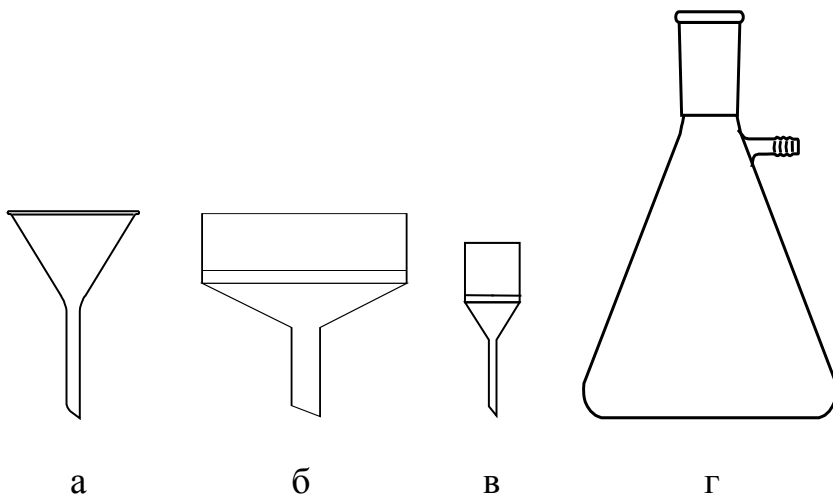

Рис. 3
Для фильтрования используются конические воронки (рис. 3, а), воронки Бюхнера (рис. 3, б), воронки с пористым стеклянным дном (рис. 3, в), колбы Бунзена (рис. 3, г).
*Фильтрование под уменьшенным давлением.* Для ускорения работы применяют фильтрование под уменьшенным давлением, откачивая воздух из сосуда, в который проходит фильтрат. Для этого используют колбу Бунзена (рис. 3, з) и воронку Бюхнера (рис. 3, б). Для фильтрования на дно воронки Бюхнера кладут бумажный фильтр размера несколько меньшего, чем дно воронки. Для того чтобы вырезать такой кружок, нужно взять листок фильтровальной бумаги, наложить его на воронку и слегка надавить сверху ладонью. На бумаге получается отпечаток нужного диаметра. Обрезав по внутреннему контуру фильтровальную бумагу, получаем фильтр.
Вместо воронки Бюхнера с бумажным фильтром часто используют фильтры со стеклянным пористым дном (рис. 3, в).